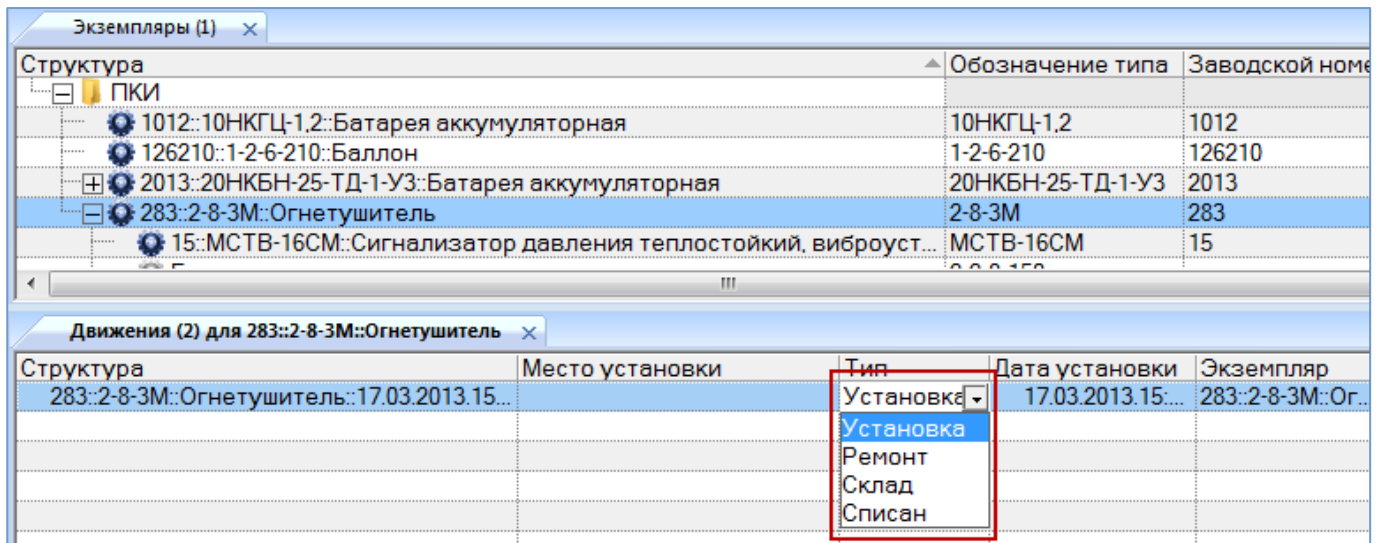

Рис. 13-157 – Создание движения экземпляра ПКИ в результате его установки в вышестоящую сборку
5) В окне связанных объектов «Движения ПКИ в эксплуатации» будет создано движение. Поле «Тип» откроется на редактирование – выбрать из раскрывшегося списка значение «Установка» (рис. 13-157).